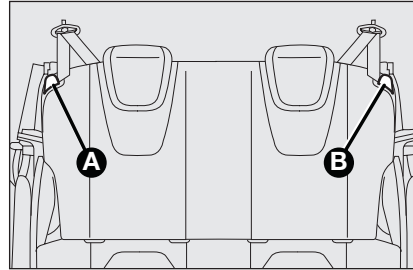

fig. 45
Extension partielle (50/50) (le cas échéant) fig. 45
- ☐ actionnez les leviers **A** ou **B**-fig. 45 pour libérer respectivement la partie gauche ou droite du dossier et guidez le dossier sur le coussin.
- ☐ actionnez les leviers **A** et **B**-fig. 45 pour déverrouillez les dossiers et les guider sur le coussin.